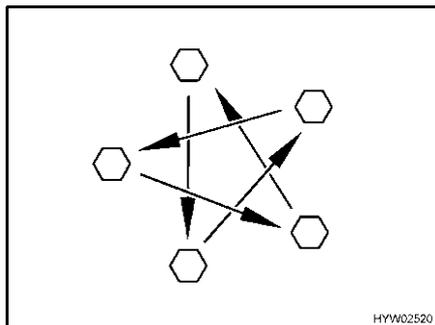

Bild 223 Radmuttern oder Radschrauben über Kreuz anziehen
- Radmuttern oder Radschrauben regelmäßig auf festen Sitz prüfen. Radmuttern oder Radschrauben eines ausgewechselten Rades nach 50 km über Kreuz nachziehen (Bild 223). Anziehdrehmoment siehe Abschnitt 13.5.2.
- ▷ Radmuttern oder Radschrauben über Kreuz anziehen (Bild 223).